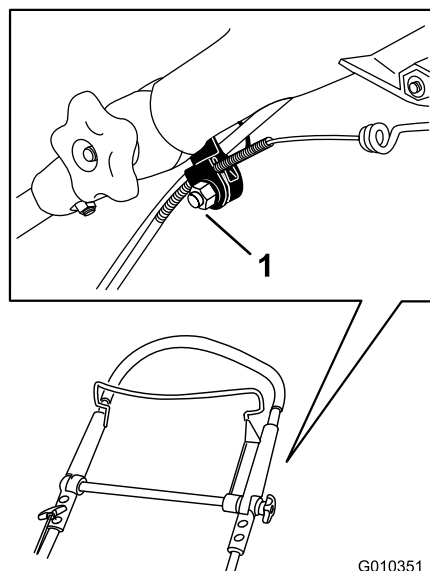

Figura 43
1. Afloje la tuerca del soporte del cable (Figura 43).